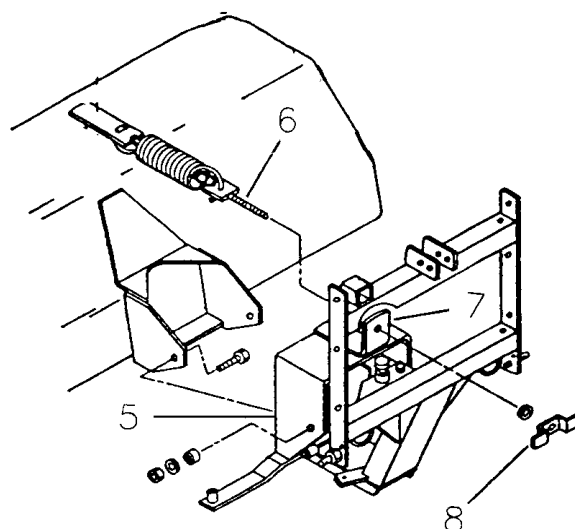

Figure 2
2. Assemblez le châssis (fig.2, item 5) au balai rotatif en utilisant 2 boulons 1/2" x 1 3/4", coussinets, rondelles plates 9/16" et un écrou de nylon 1/2" NC.
3. Passez le bout fileté du ressort assemblé (fig.2, item 6) par le trou de la plaque soudée (fig.2, item 7) et fixez avec la poignée (fig.2, item 8).